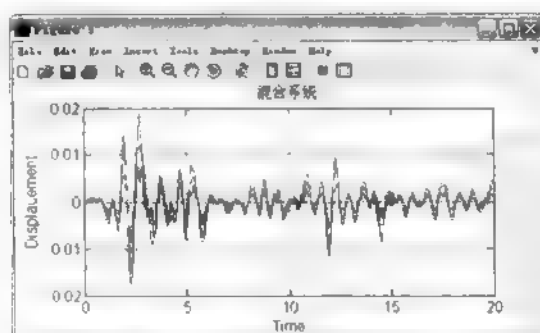
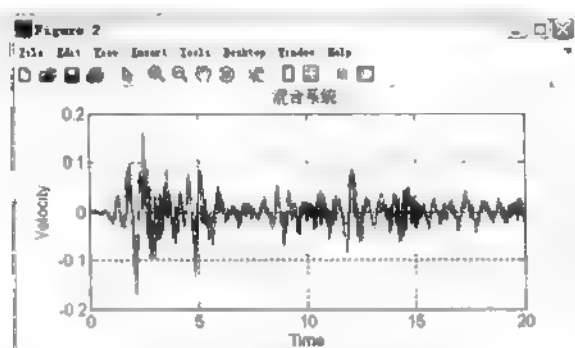

图 9.31 结构位移时程曲线
图 9-32 结构速度时程曲线
(5) 运行结果。图 9.31 为结构 3 个自由度的位移输出结果, 图 9.32 为结构 3 个自由度速度输出结果。